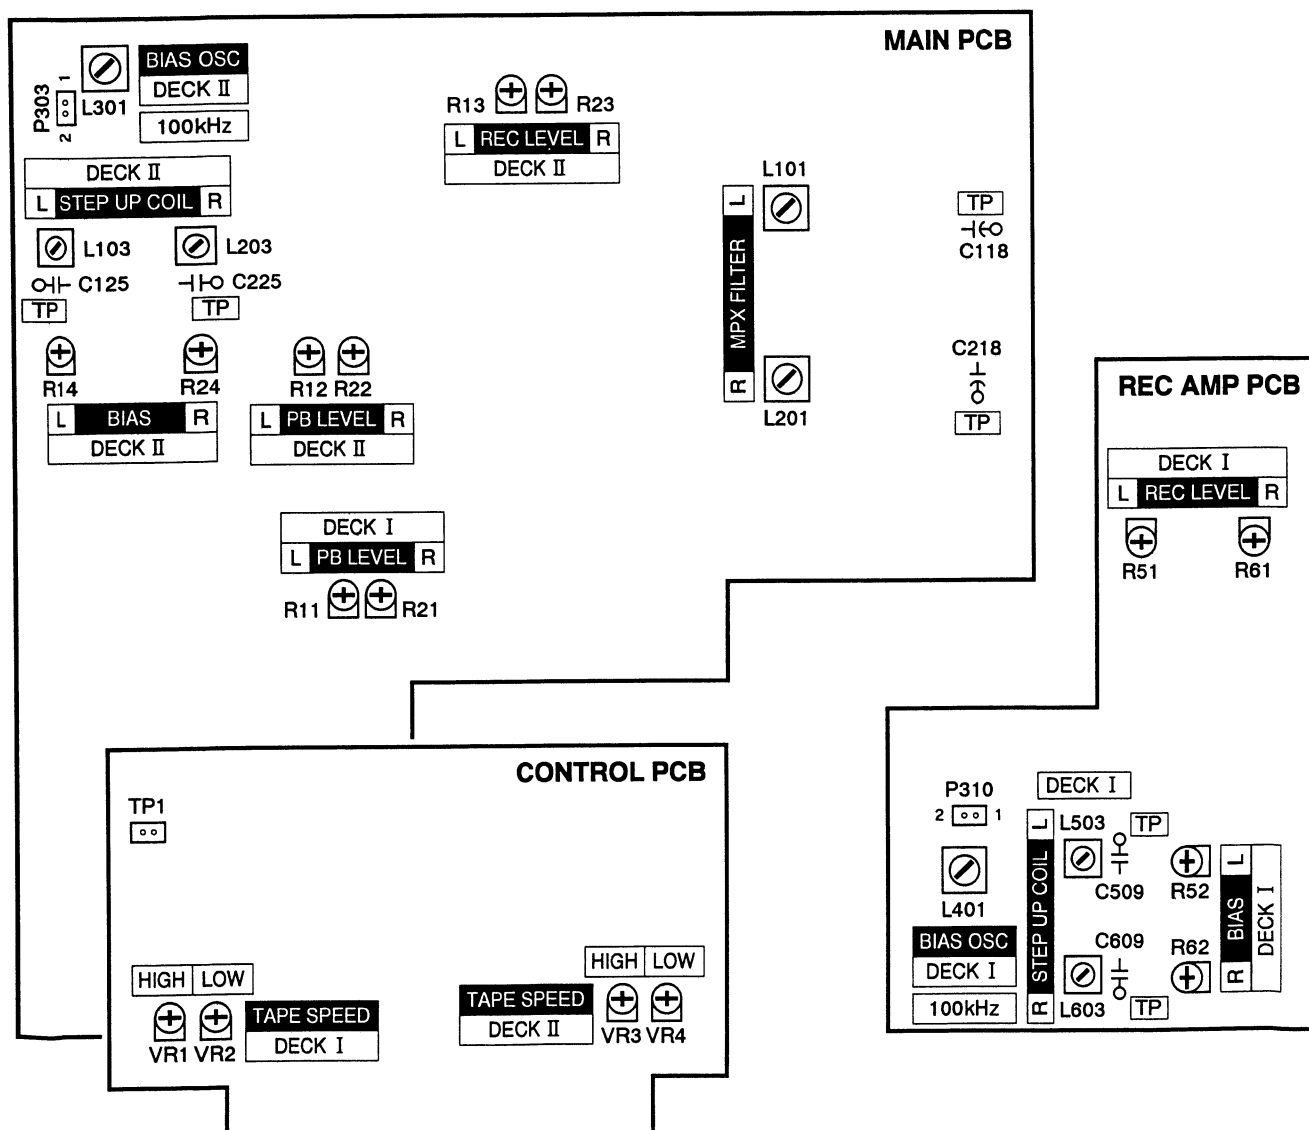

Fig. 3-2
3. Adjust each variable resistor (Fig. 3-2) to get the following figures.
3. 周波数値が下表の範囲内になるよう、各調整 VR (Fig. 3-2) を調整する。